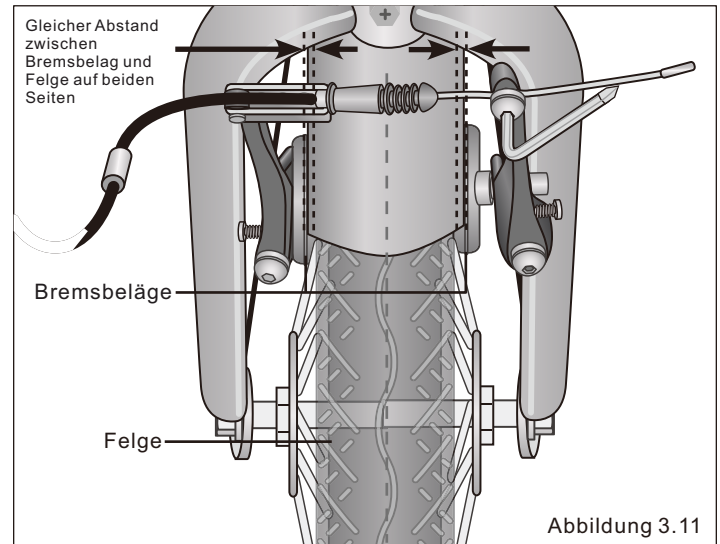

Abbildung 3.11
- Die Bremsbeläge nicht an der Felge schleifen, wenn die Bremse geöffnet ist. **Abbildung 3.11**